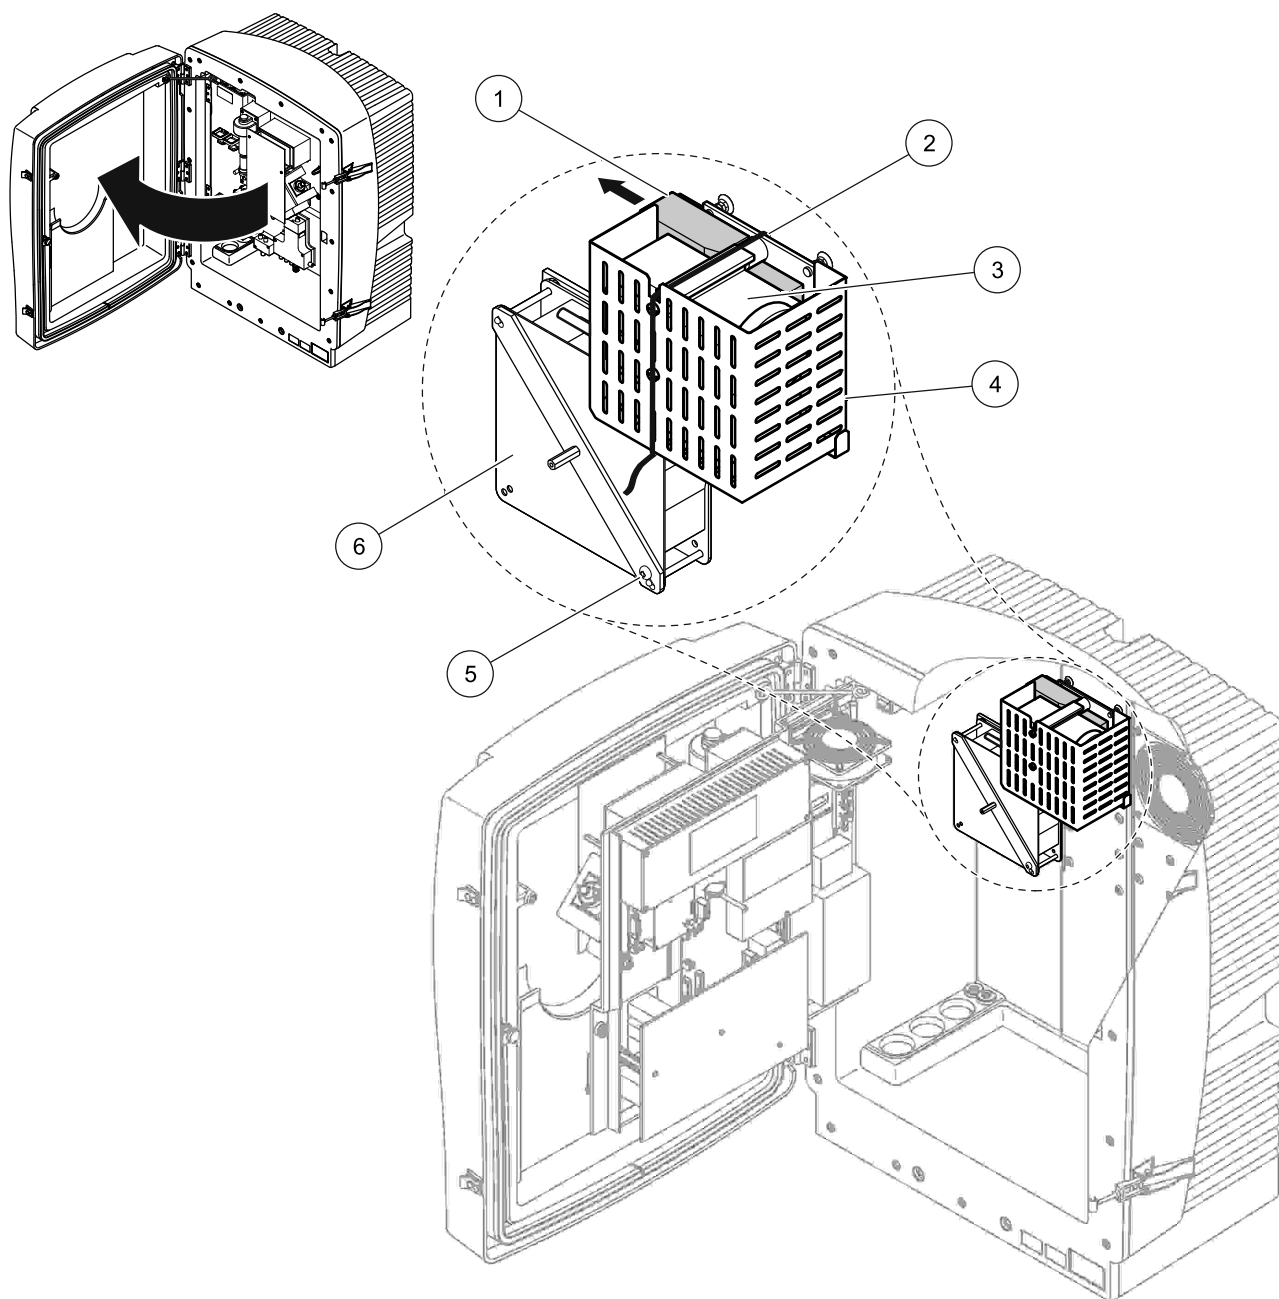

Рисунок 10 Снятие транспортировочного фиксатора компрессора¹
3. Снимите кабельную стяжку и потяните транспортировочный фиксатор компрессора в левую сторону (Рисунок 10).